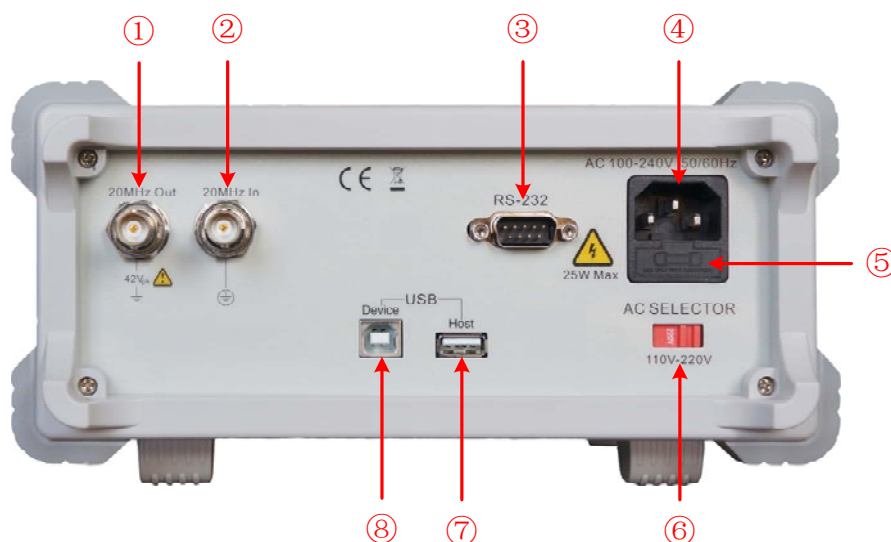

图 4-2 后面板概览
AG1022 任意波形发生器可输入电压为 110V和 220V的两种交流电源。根据所在国家的电源电压标准调节仪器后面板的 **电源转换开关**（见图 4-2），并更换相应的保险丝。
- (1) 关闭仪器前面板的电源开关，拔掉电源线。
- (2) 仪器出厂时内置 250 V, F2AL的保险丝，若与电压不匹配，使用一字螺丝刀撬开盖板（见图 4-2中的⑤），进行更换。
- (3) 调节 **电源转换开关** 至所需电压值。